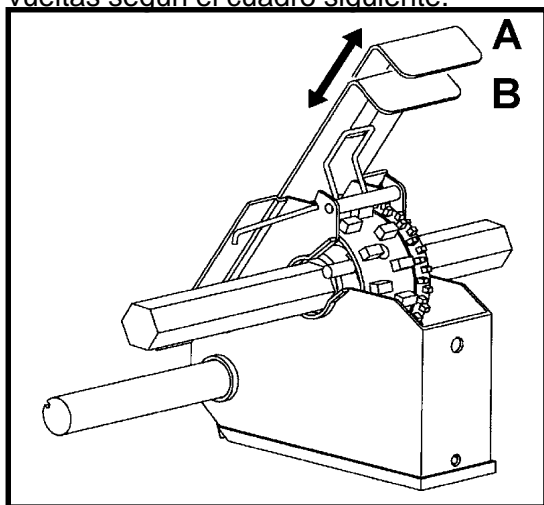

fig. 3
- 5 Colocar la TAJADERA DE CIERRE de todos los distribuidores (fig. 3) en la posición recomendada según el tipo de semilla que se vaya a sembrar, de acuerdo con la tabla de la página 17.